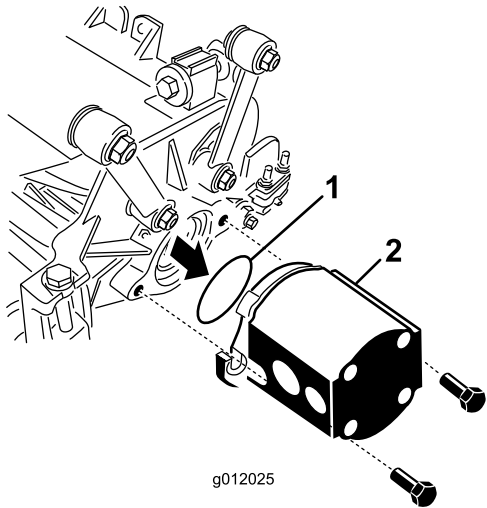

Figure 24
5. Placez le joint torique (fourni avec le plateau de coupe) sur le flasque du moteur d'entraînement (Figure 24).
6. Montez le moteur du côté entraînement du plateau de coupe et fixez-le avec 2 vis d'assemblage fournies avec le plateau de coupe (Figure 24).